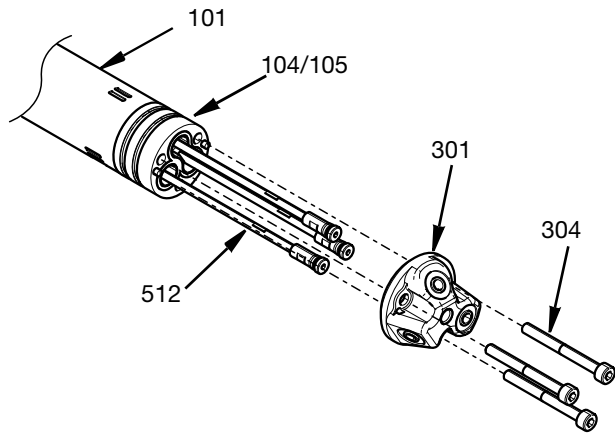

FIG. 12
4. Odkręcić trzy śruby M4 z łbem sześciokątnym (304), które mocują głowicę dyszy (301) i złączkę (104/105) do przedniej części korpusu głównego (101). Następnie można zdemontować pręty zaworu odcinającego (512). Patrz FIG. 12.